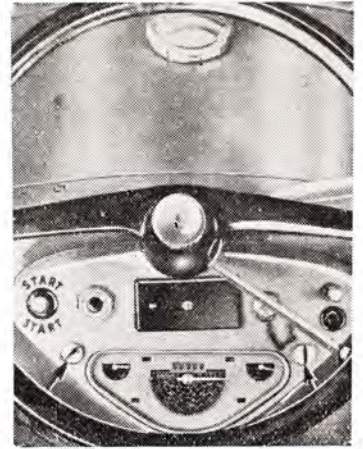

Abb. 89
8. Zwei Schrauben M 8 (Abb. 89) am Instrumentenbrett sind auszuschauben und das Brett ist etwas herauszuziehen. Durch die entstandene Lücke ist der Antrieb des Betriebsstundenzählers zu lösen, weiter der Luftdruckanzeiger, die Fassungen samt Kontrolleuchten sind aus dem Paneelverbundgerät herauszuschieben und die Befestigungs-